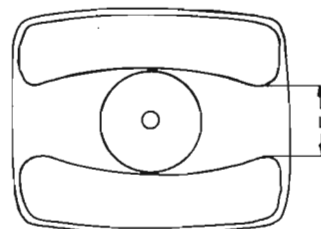

Fig. 2 - Disposition des bobines de désaimantation automatique
Les bobines doivent être positionnées le plus près possible de la ceinture métallique d'autoprotection et du déviateur, au dessus et au dessous du tube (fig. 2). Leur taille est telle que la désaimantation est uniforme sur toute la surface de l'écran et la quantité de fil minimale.
*** voir dessin figure 2